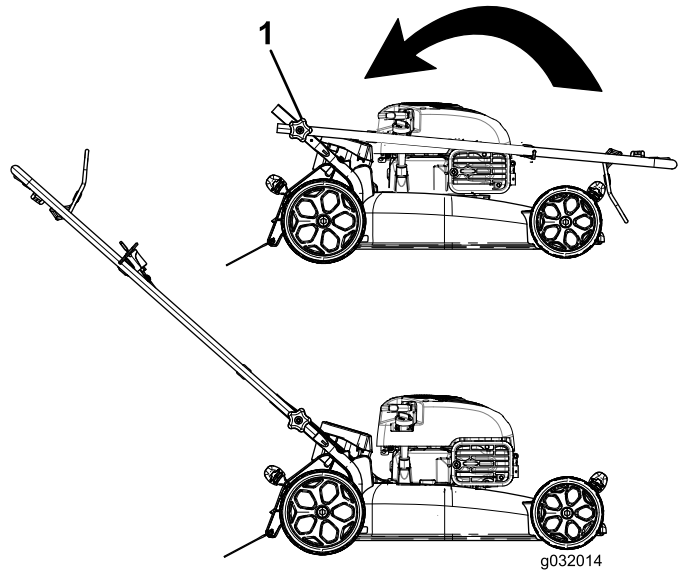

Figura 4
3. Desloque o manípulo para a posição de funcionamento (Figura 4).